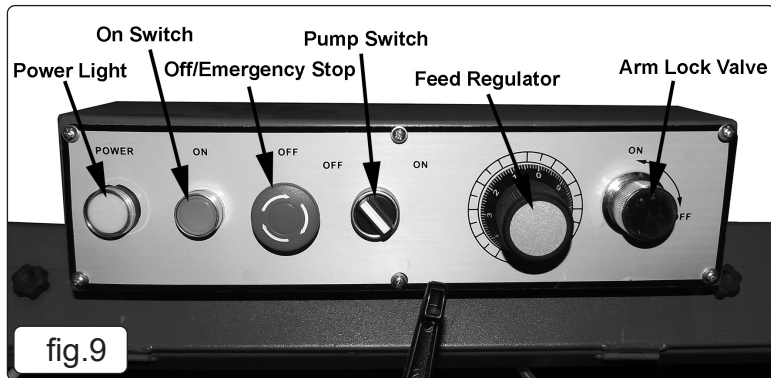

fig.9
6.2. OPERATING SAW CONTROLS FIG 9